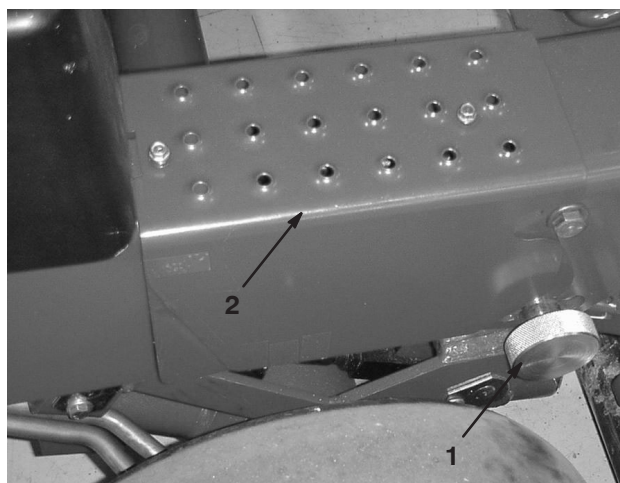

Bild 6
5. Drehen Sie den Lenkarm in die aufrechte Betriebsstellung (Kerben). Befestigen Sie ihn mit dem Sperrhandrad und dem Splint (Bild 6).
6. Montieren Sie die rechte Trittplatte mit den zwei Blechschrauben am Rahmen (Bild 6).